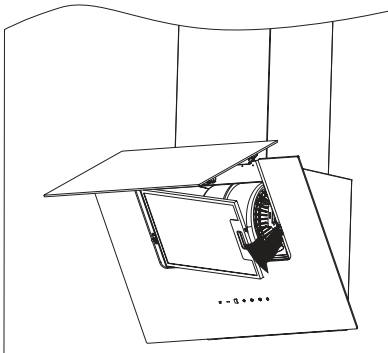

Abb.9: Metallfettfilter entnehmen, bzw. einsetzen
- Griffleiste des Metallfettfilters nach links drücken (⇔ Abb. 9).
- Zum Wiedereinsetzen den trockenen Metallfettfilter links mit den Laschen einsetzen, Griffleiste drücken, Filter nach hinten in den Rahmen einsetzen und Griffleiste loslassen, damit der Filter in den Rahmen einrastet (⇔ Abb. 9).
Um die Aktivkohlefilter einzusetzen, muss zuerst der Metallfettfilter entfernt werden (\Rightarrow Abb.9 + 10).